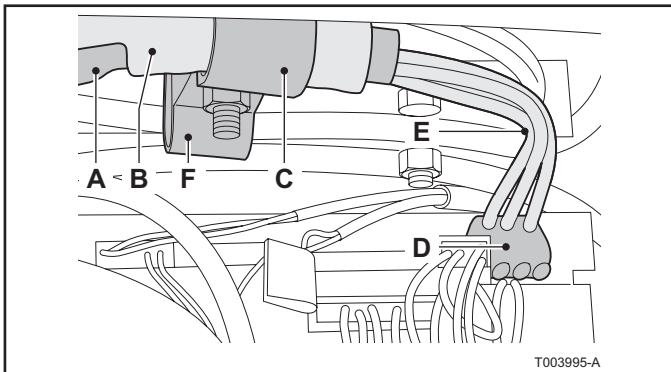
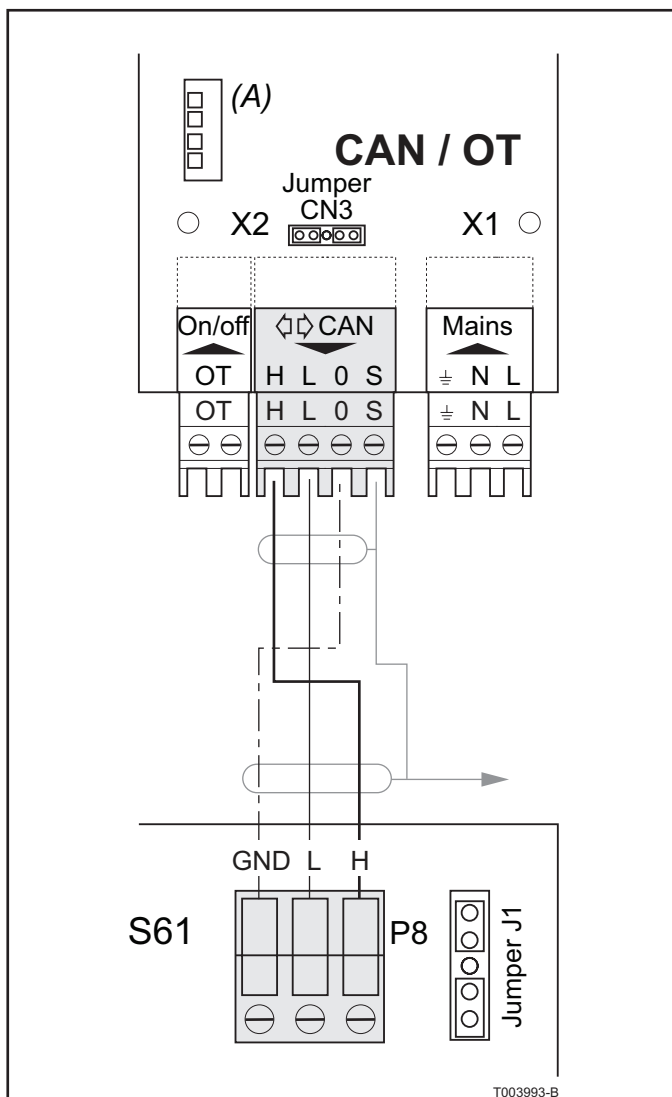
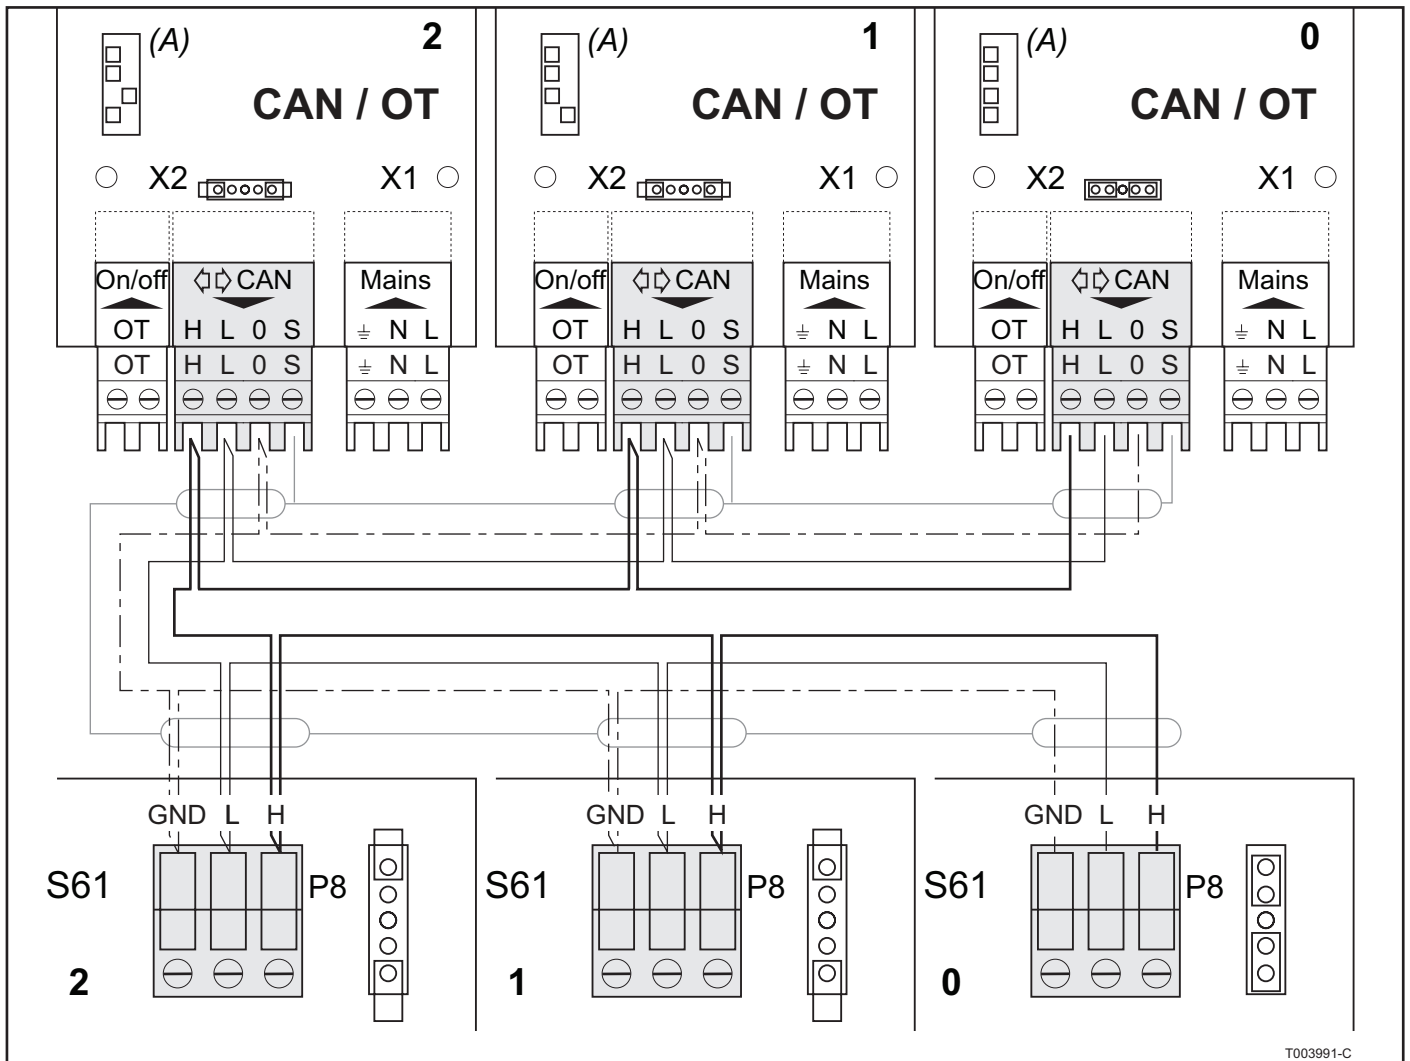

Fig. 06 Conexión de cable de bus CAN (nodo final) a la placa de circuitos impresos de la bomba de calor Gas HP
Fig. 07 Conexiones en la interfaz CAN-OpenTherm y la placa de circuitos impresa Gas HP (dos nodos)
Fig. 08 Conexiones en la interfaz CAN-OpenTherm y la placa de circuitos impresos Gas HP (varios nodos)
- D Conector para unir los cables de bus CAN (consulte la Fig. 07 y la Fig. 08)
- E Cables (3) para el cable de bus CAN
3. Si el cable utilizado es demasiado fino para que se sujete en el soporte de cables (consulte C en la Fig. 06), aumente su grosor enrollando cinta aislante alrededor de la funda del cable situada junto a la parte pelada (hasta un diámetro máximo de 12-13 mm aproximadamente).
4. Retire la protección sobre la funda del cable y utilice cinta aislante para fijar el extremo de la protección que se ha retirado (consulte la Fig. 06 (A)).
5. Si la bomba de calor es un nodo final de la red, conecte los tres hilos de color al conector naranja tal como se muestra para D en la Fig. 06. Conecte los colores correctos en los puntos L, H y GND como se indica en la Tabla 03 y la Fig. 07.
6. Si la bomba de calor es un nodo intermediario, repita los pasos 2 a 5 con una sección diferente de cable, de modo que haya dos cables disponibles con la funda del cable retirada en un extremo. Trece siempre los dos hilos del mismo color y, a continuación, conéctelos al conector naranja tal como se muestra para D en la Fig. 06 y en la Fig. 08.
7. Utilice el soporte de cables para fijar los cables del bus CAN a la parte superior del interior del panel eléctrico, de modo que la funda del cable plegada se encuentre en contacto directo con el soporte de metal (consulte la Fig. 06 C y F). El soporte debe mantener los cables en su sitio firmemente cuando se tire de estos.
- A. Si la bomba de calor Gas HP es un nodo final de la red (tres hilos conectados al conector naranja en la unidad de control), ajuste el puente como se indica en la Fig. 07.
- B. Si la bomba de calor Gas HP es un nodo intermedio de la red (seis hilos conectados al conector naranja en la unidad de control), ajuste el puente como se indica para los dispositivos 1 y 2 en la Fig. 08.
2. Los puentes de la interfaz CAN-OT deben ajustarse como se indica en la Fig. 07. La interfaz CAN-OT es un nodo final.
- Conecte el cable al conector **X2** como se indica en la Fig. 07. Preste atención a las marcas del conector donde **GND** debe conectarse a **O**.